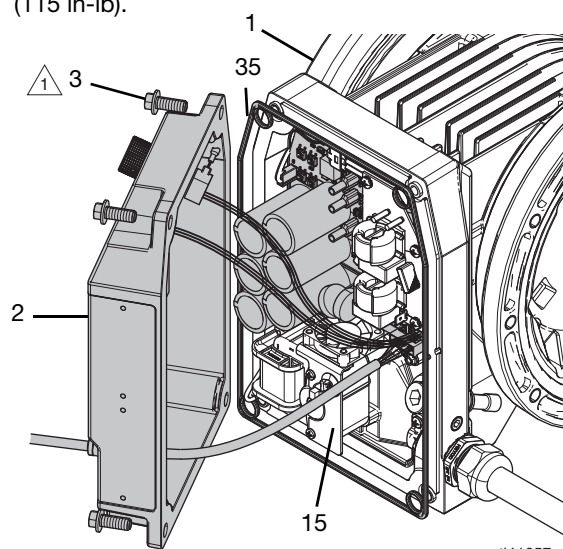

FIG. 2: Coperchio del modulo di controllo
Vedere FIG. 2.
2. Rimuovere i dispositivi di fissaggio (3) dalla copertura del modulo di controllo (2).
3. Rimuovere con attenzione il coperchio del modulo di controllo (2):
- a. Inclinare con cautela il coperchio del modulo di controllo (2) allontanandolo dalla scheda di controllo (15). Vedere FIG. 2.
- b. Scollegare tutti i cavi dal coperchio del modulo di controllo (2) alla scheda di controllo (15). Vedere gli **Schemi elettrici**, pagina 37.
3. Installare il coperchio del modulo di controllo (2).
- a. Tenere con cura il coperchio del modulo di controllo (2) in posizione inclinata vicino alla scheda di controllo (15). Vedere FIG. 2.
- c. Collegare i fili dal coperchio del modulo di controllo (2) alla scheda di controllo (15). Vedere gli **Schemi elettrici**, pagina 37.